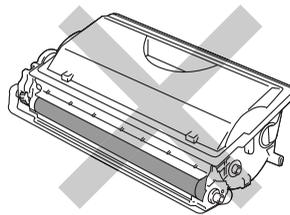

Abbildung 5-13
- Berühren Sie die in Abbildung 5-13 schattiert dargestellten Bereiche keinesfalls!